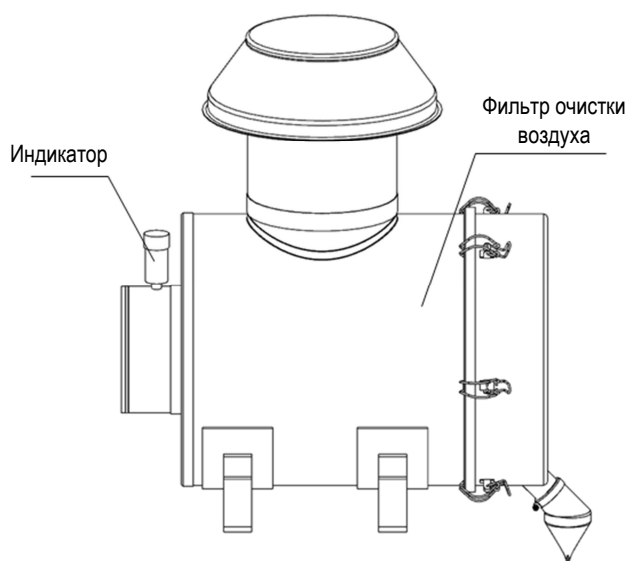

Рисунок 5-7 Воздушный фильтр - проверка на засорение
1) Проверьте, не горит ли индикатор воздушного фильтра красным цветом. Красный цвет указывает на засорение фильтра, см. рисунок 5-7.